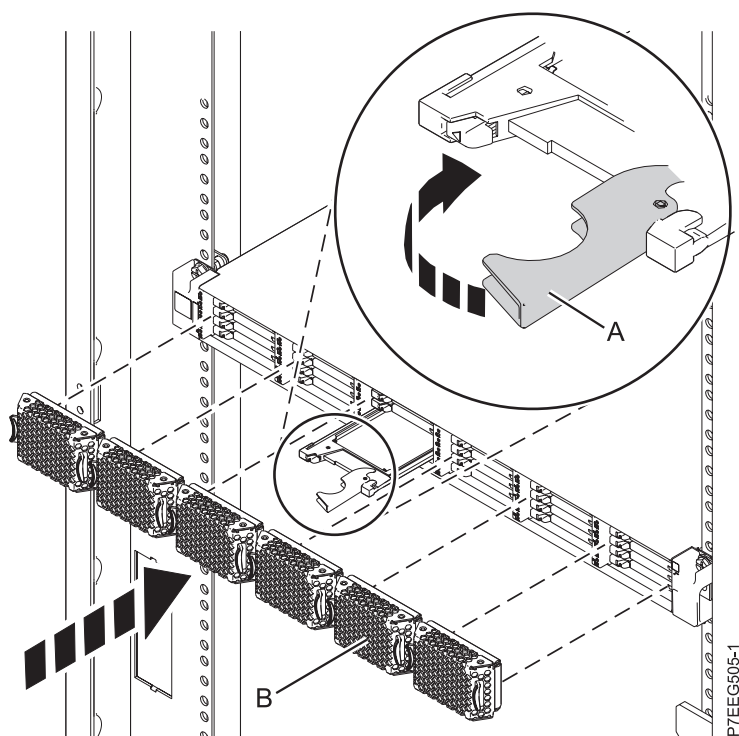

Figure 3. Installation d'une unité SSD dans le Boîtier de stockage PCIe 58/88
1. Avec la poignée en position déverrouillée, alignez l'unité SSD avec les rails de guidage dans le boîtier. Pour plus d'informations, voir figure 3, à la page 10.